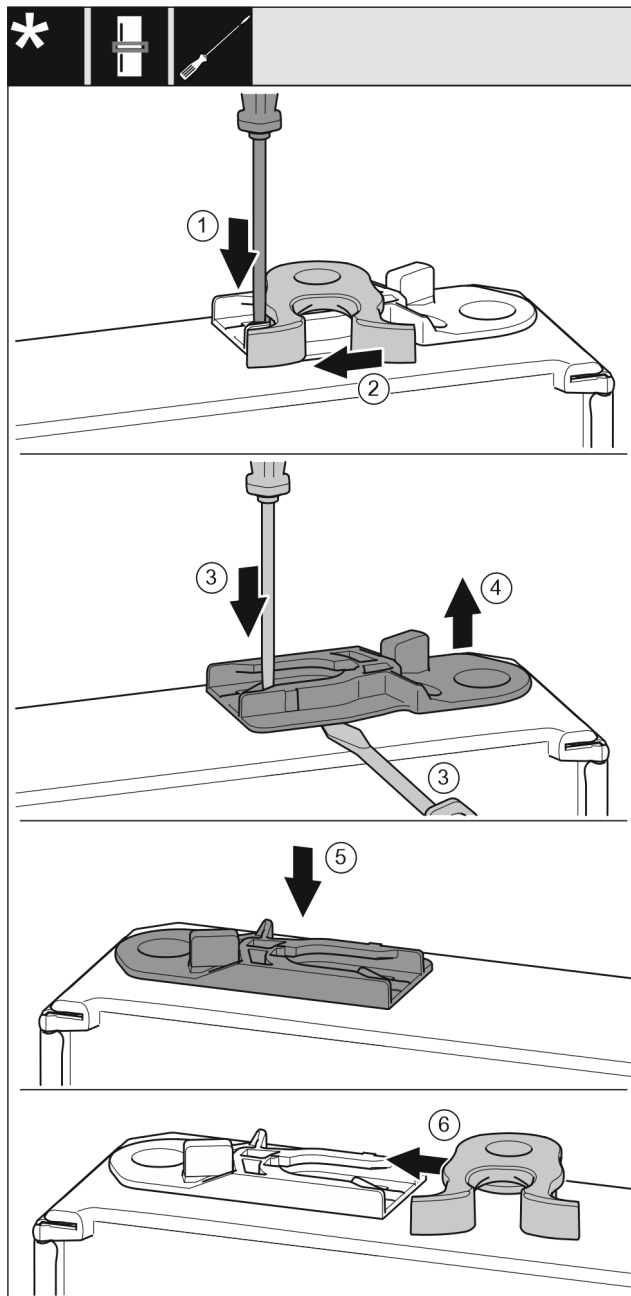

Fig. 20
- Odvijačem s ravnom glavom pritisnite spojnicu Fig. 20 (1) prema dolje.
- Izvucite kuku za zatvaranje Fig. 20 (2) iz vodilice.
- Izvucite čahuru za vođenje Fig. 20 (3, 4): Odvijačem s ravnom glavom pritisnite spojnicu i istodobno umetnite odvijač s ravnom glavom ispod čahure za vođenje.
- Gurnite isporučenu čahuru za vođenje Fig. 20 (5) na drugoj strani uređaja.
- Gurnite kuku za zatvaranje Fig. 20 (6) u vodilicu.